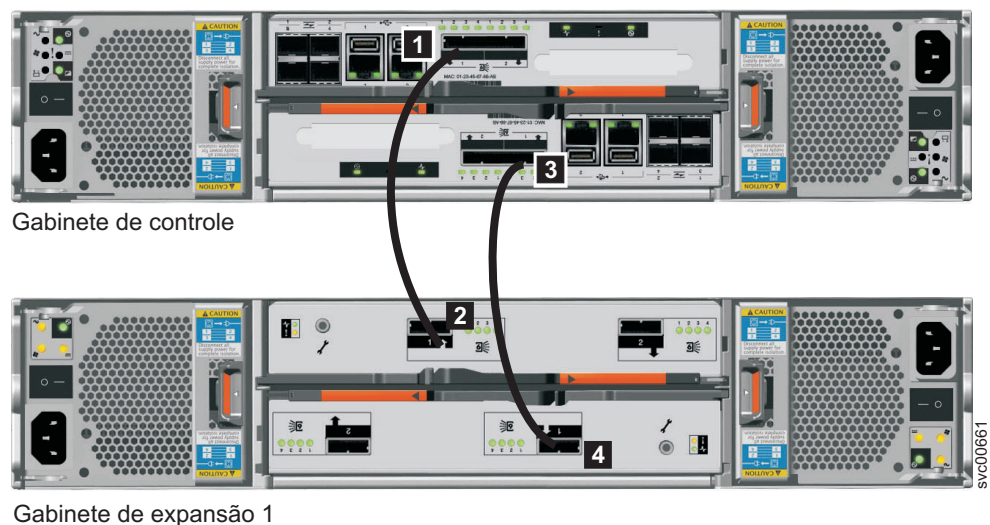

Figura 34. Conectando um Gabinete de Expansão ao Gabinete de Controle
2. Conecte os cabos SAS do gabinete de controle ao primeiro gabinete de expansão conforme mostrado em Figura 34. Remova as tampas de extremidades protetoras, se necessário. O primeiro gabinete de expansão fica abaixo do gabinete de controle.